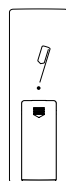

Abb. 27
- Betätigen Sie die **Lerntaste** am Handsender (**Abb. 27**) innerhalb der 8 Piep Töne den Sie einlernen wollen, er Motor bestätigt diese Eingabe mit einer kurzen Umdrehung jeweils einmal in eine Richtung.